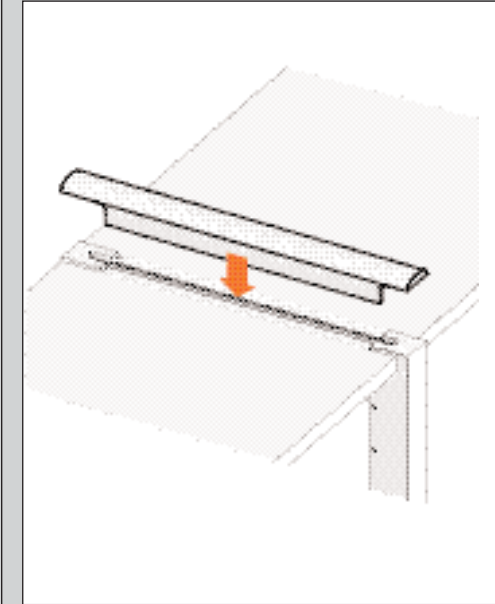

ABBILDUNG 71
- Setzen Sie die Abdeckleisten in die Nuten auf dem Ständer in Höhe eines Fachbodens ein (siehe Abb. 71).